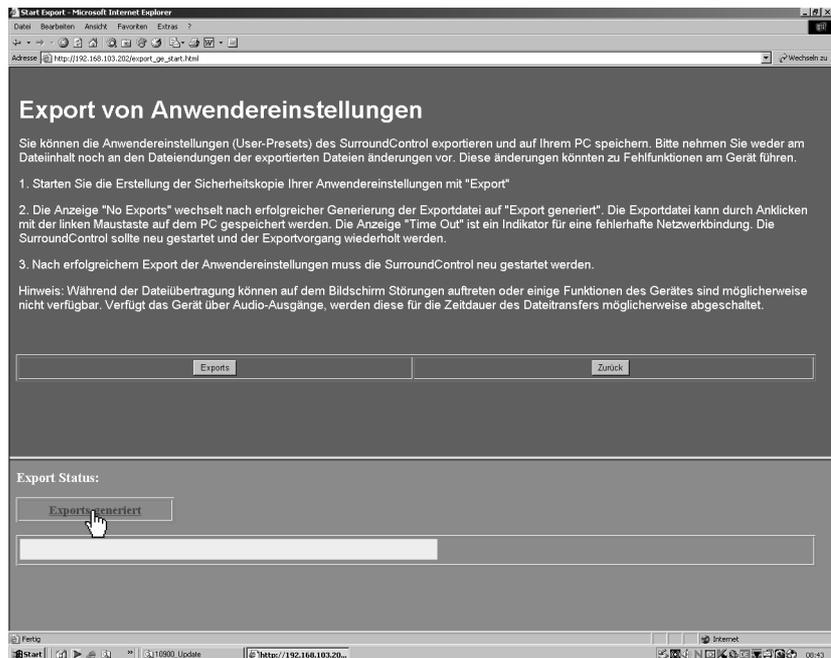

Bild 5-5: Der Export ist generiert und kann abgespeichert werden
5. Wenn der Export-Status auf die blaue Bezeichnung „Exports generiert“ (siehe Bild 5-5) wechselt, kann der Export abgespeichert werden. Klicken Sie mit der Maus auf „Exports generiert“ (siehe Bild 5-5).